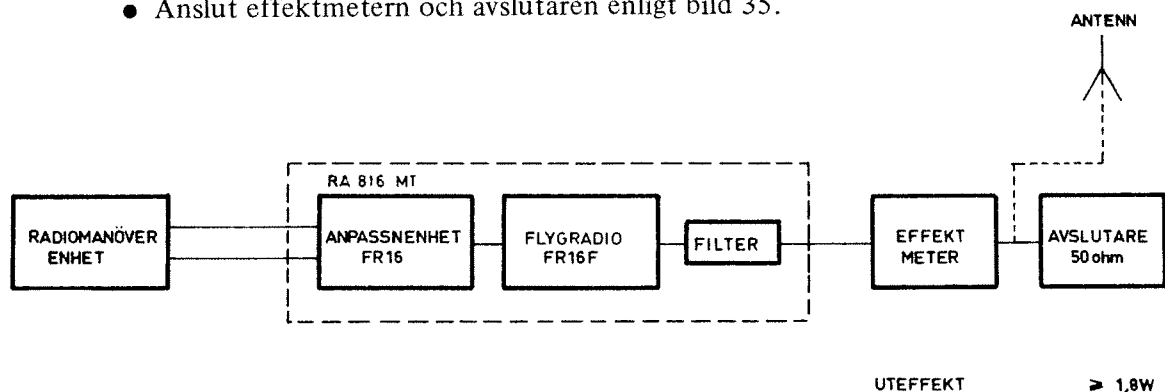

Bild 35
- Anslut effektmeteren och avslutaren enligt bild 35.